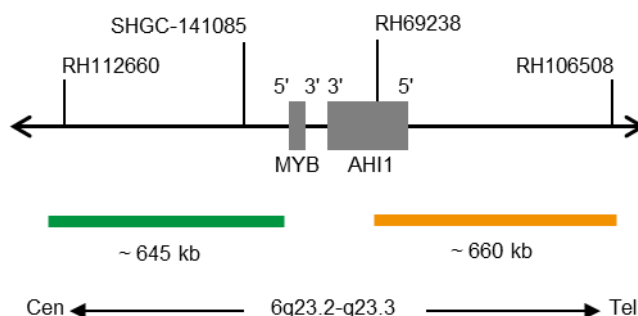

Fig. 1. SPEC MYB Mapa de la sonda (no está a escala)
- Polinucleótidos marcados en verde (excitación a 503 nm/emisión a 528 nm) ZyGreen (~10 ng/μl), dirigidos a secuencias localizadas en 6q23.2-q23.3* (chr6:134,840,690-135,483,752) proximales a la región del punto de ruptura de MYB (ver Fig. 1).
- Polinucleótidos marcados en naranja (excitación a 547 nm/emisión a 572 nm) ZyOrange (~4,5 ng/μl), dirigidos a secuencias localizadas en 6q23.3* (chr6:135,728,667-136,390,142) distales a la región del punto de ruptura de MYB (ver Fig. 1).